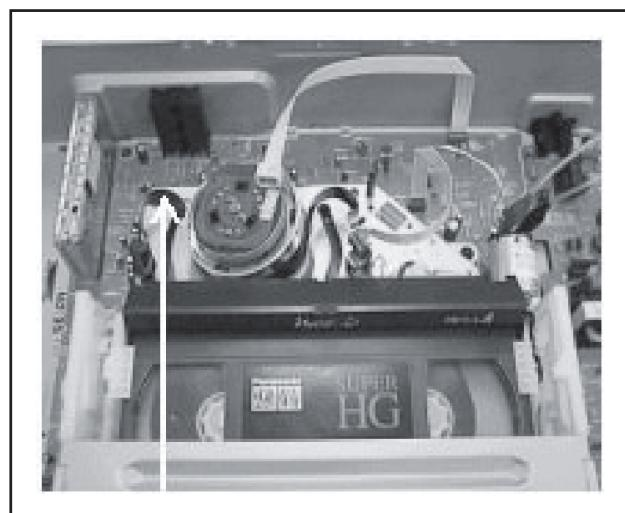

Fig. S4
- b) Verifique se existe fita solta em volta do cilindro como mostra a figura S4.